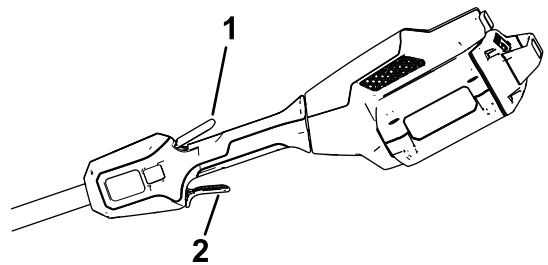

Figura 10
4. Para arrancar la desbrozadora, apriete el gatillo de bloqueo, y luego apriete el gatillo de accionamiento (Figura 10).